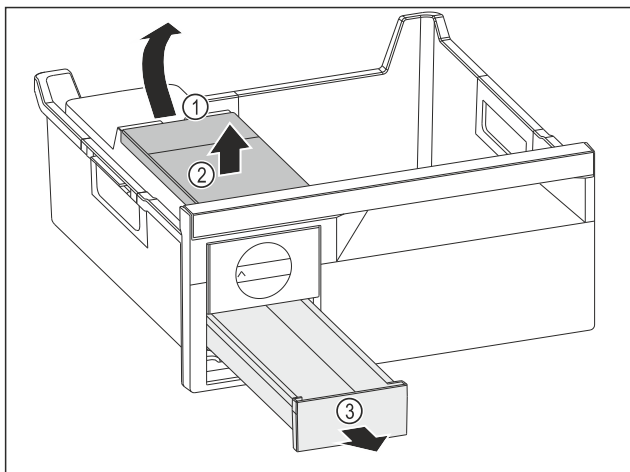

Fig. 171
- Вийняти бак для води: підняти бак для води за заглиблення Fig. 171 (1).
- Вийняти бак для води Fig. 171 (2) рухом вгору.
- Вийняти висувний ящик для кубиків льоду Fig. 171 (3) рухом вперед.